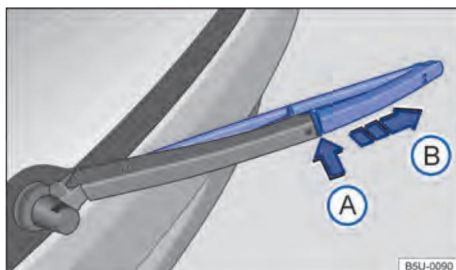

Figure. 138 Remplacement du balai d'essuie-glace de lunette arrière.
- Maintenez le bouton de déverrouillage → fig. 138 **A** enfoncé.